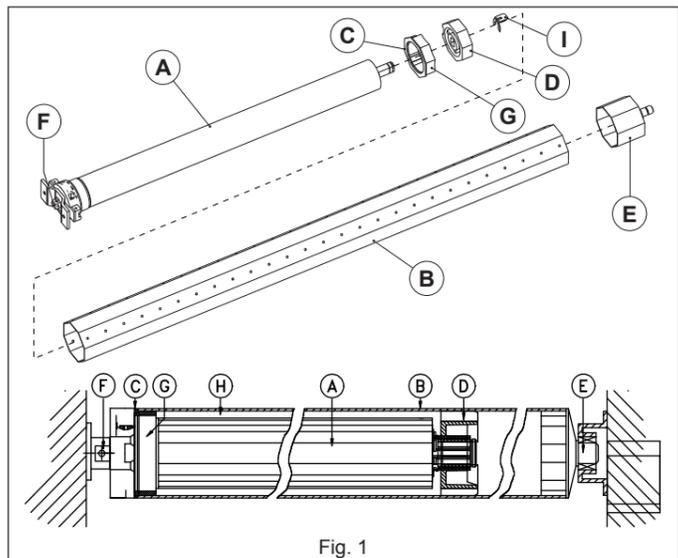
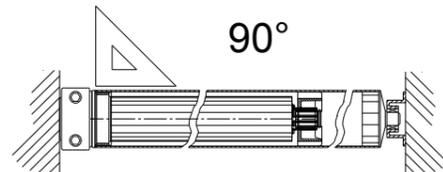

Fig. 1
Fig. 5
- non battere mai sul perno quadro (F fig. 1) del motore per introdurlo nel tubo;
- montare la puleggia (D fig. 1) con relativa staffetta appoggio perno (I fig. 1);
- inserire il motoriduttore (A fig. 1) nel tubo (B fig. 1) fino a che l'estremità dello stesso appoggi sulla battuta (C fig. 1) dell'anello (G fig. 1);
Qualora venisse impiegato un tubo di spessore inferiore a 1 mm se ne consiglia il fissaggio con due viti alla puleggia motrice (D fig. 1) onde evitare eventuali slittamenti della stessa e spostamenti assiali del motore nel tubo.
- fissare la tapparella sul tubo di avvolgimento (B fig. 1);
Attenzione: usare viti di lunghezza tale da non andare ad interferire sulla parte fissa (A fig. 1) del motoriduttore;
l'estremità (E fig. 1) sarà fissata ad una normale staffa previo montaggio di una calotta. Il perno quadro del motoriduttore (F fig. 1) dovrà essere fissato ad uno dei supporti forniti a richiesta o ad altre soluzioni più confacenti allo specifico impiego curando in particolar modo l'ortogonalità del motore rispetto al suo piano di fissaggio (vedi fig. 5).
Come in ogni tipo di installazione, occorre porre particolare attenzione all'ortogonalità del motore rispetto al suo piano di fissaggio, parte statica, Fig. 5.